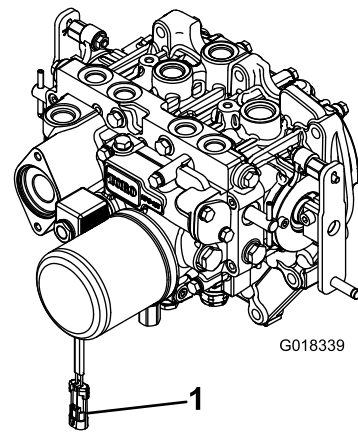

Figura 3
2. Para evitar o engate acidental da embraiagem da tomada de força, desligue o conector elétrico da cablagem do conector da bobina da válvula de solenóide da tomada de força (Figura 3).
- Depois da outra extremidade do veio propulsor estar ligado ao veio da caixa de engrenagens do acessório, ligue o conector elétrico da cablagem ao conector da bobina da válvula de solenóide da tomada de força (Figura 3).